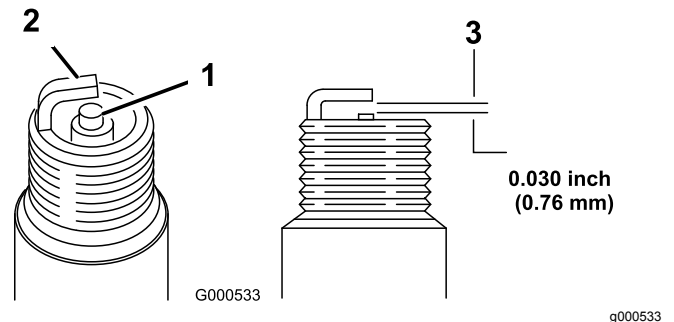

Figura 22
5. Ajuste la distancia entre los electrodos a 0,76 mm; consulte Figura 22.